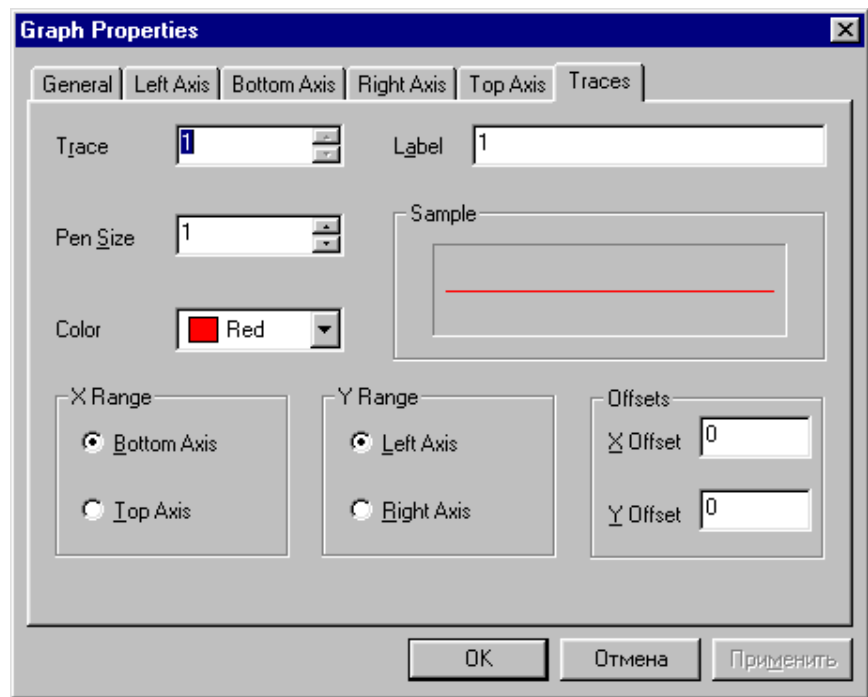

Рис. 38. Закладка Traces окна для задания параметров графического изображения
Закладка *Traces* окна настроек показано на рис. 38.
- *Label* – задание метки рассматриваемой точки (на рис. 38 она совпадает с номером контрольной точки, однако здесь может быть размещена и другая информация в виде комментариев);